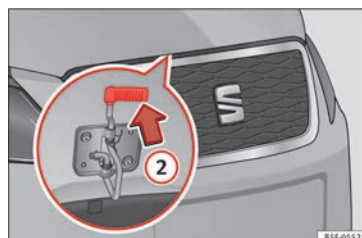

Bild 9 Spak under motorhuv
- Lyft motorhuv. Tryck spärren på motorhuvens undersida uppåt » **bild 9 2**. Bromskroken på motorhuvens undersida lossas.